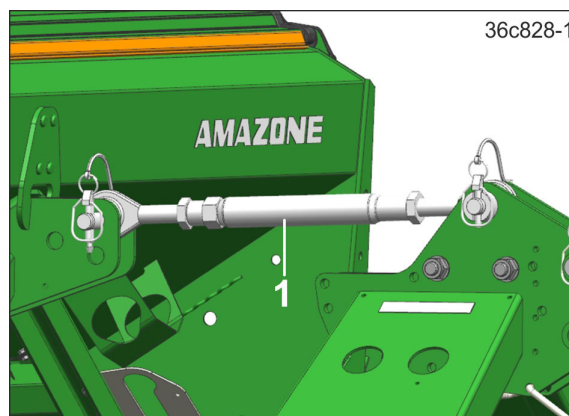

Fig. 132
14. Aligner le semoir compact en modifiant le réglage du bras supérieur (Fig. 132/1).